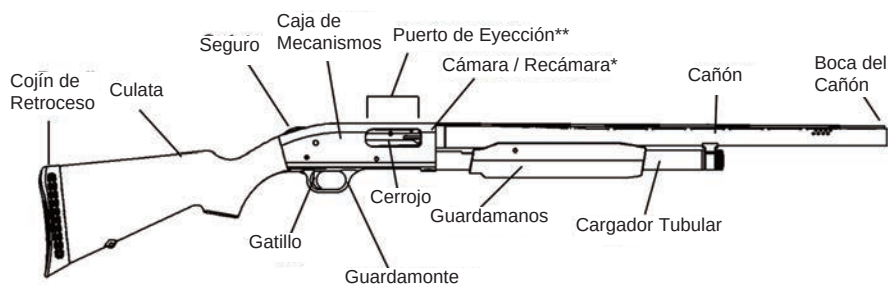

Fig. 1
**En los modelos izquierdos, el puerto de eyección se encuentra en el lado opuesto del la caja de mecanismos mostrado en la Fig. 1.